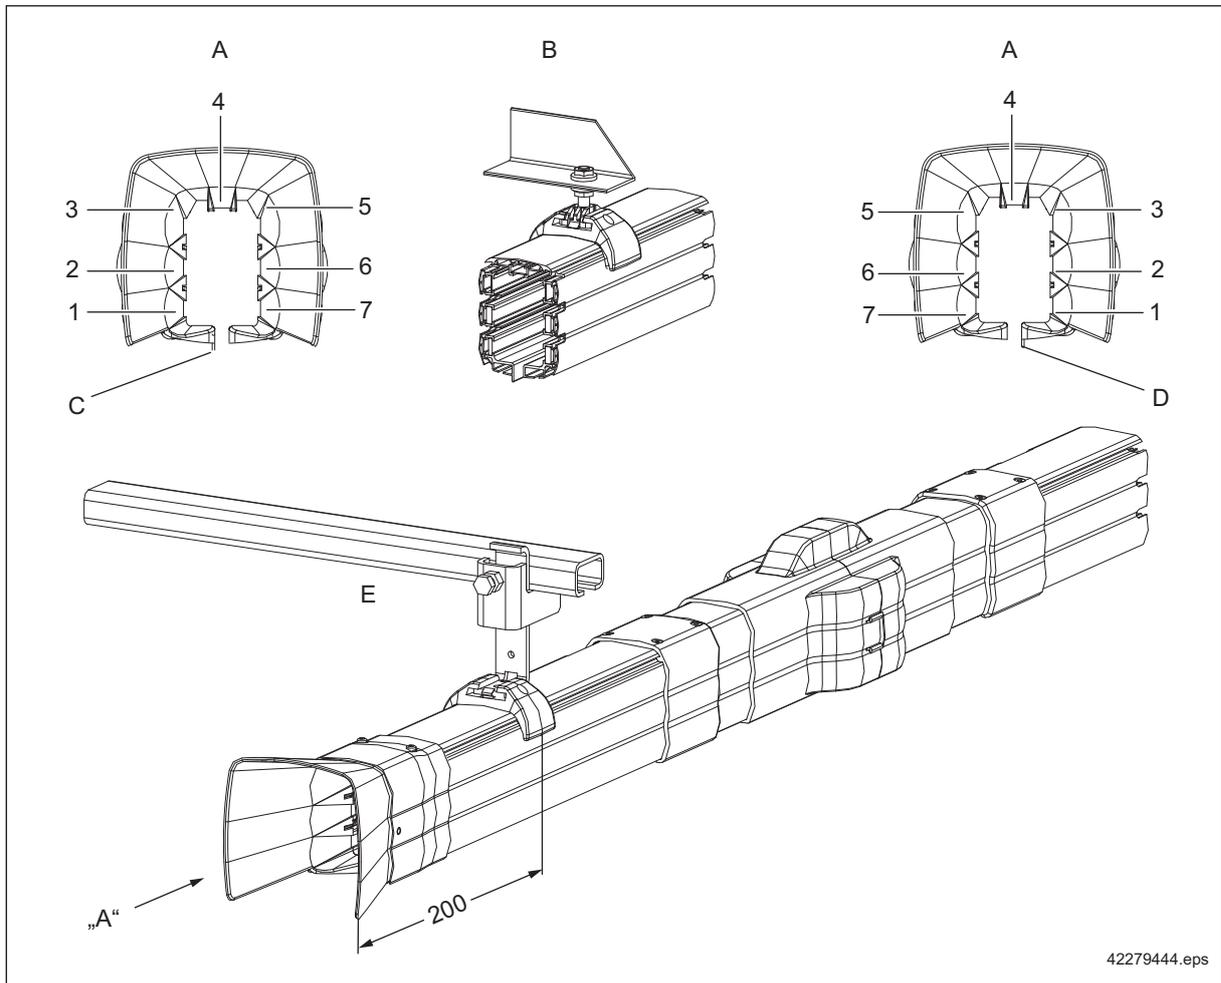

Fig. 34
- Fixer la suspension à 200 mm de l'extrémité de l'entonnoir \Rightarrow Fig. 34, Page 38.
- Veiller à la position correcte du rail pour le conducteur de protection (PE) ou de l'arête de profilé \Rightarrow Fig. 34, Page 38.